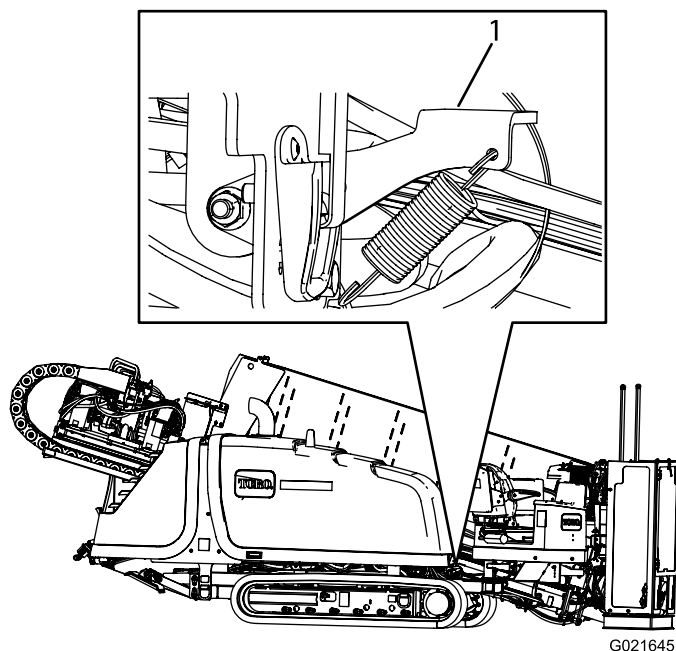

Figura 93
2. Empurre a trava do capô para baixo como mostrado na Figura 93.